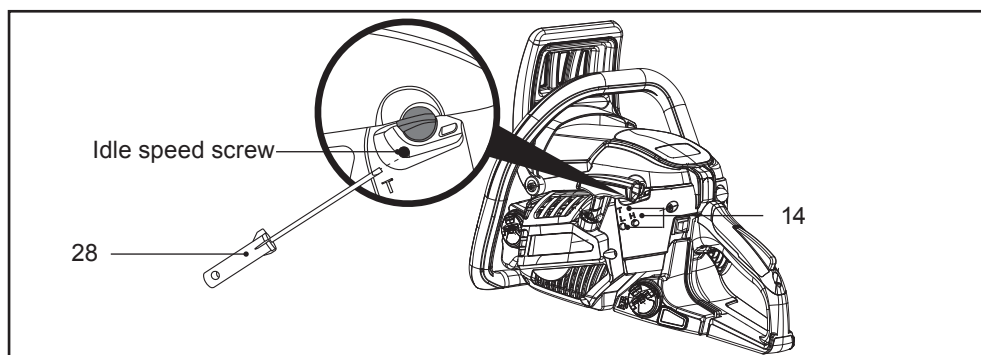

Fig. 49
**AVERTISMENT!** Ține la distanță alte persoane cât timp reglezi turația de ralanti. Ține lanțului fierăstrăului (3) departe de sol și ai grijă să nu intre în contact cu niciun obiect. Lanțul de fierăstrău (3) va funcționa în timpul acestei proceduri. Poartă echipament individual de protecție și respectă toate măsurile de siguranță.
1. Eliberează maneta de accelerație (10) și lasă motorul să funcționeze la ralanti.
2. Rotește șurubul de turație la ralanti în sens orar folosind șurubelnița (28) pentru a crește turația motorului dacă motorul se calează sau se oprește în modul ralanti (Fig. 49).
3. Rotește șurubul de turație la ralanti în sens antiorar folosind șurubelnița (28) pentru a reduce turația motorului dacă accesoriul de tăiere funcționează în modul ralanti.